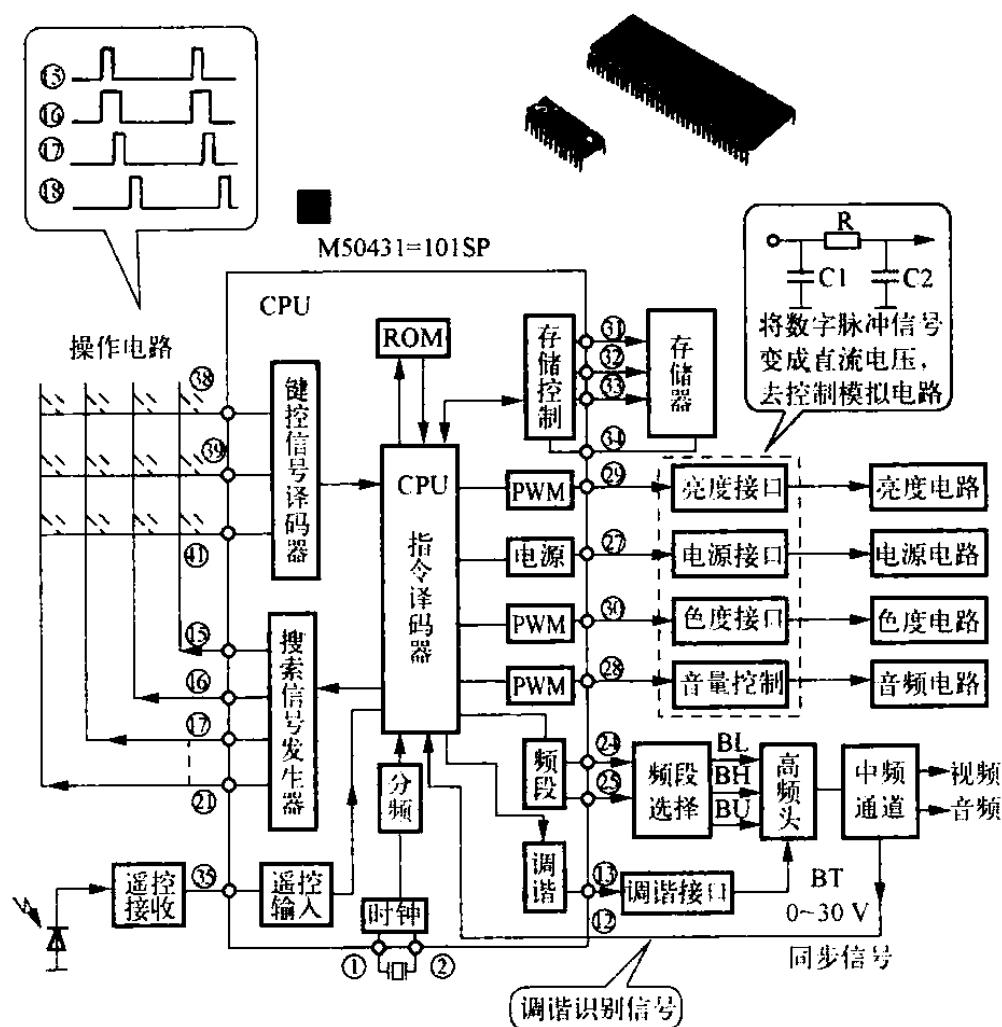

图 2-62 M50431-101SP 内部功能示意图
M5043-101SP 的内部功能示意图如图 2-62 所示。微处理器(CPU)的①、②脚外接晶体,它与其内电路构成时钟信号发生器,为整个